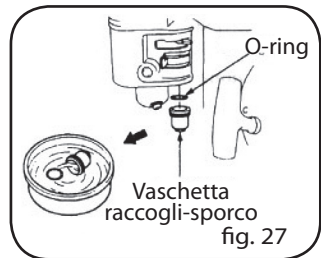

fig. 27
3. LAVADO DE LA BANDEJA DE RECOGIDA DE LA SUCIEDAD (Fig. 27)